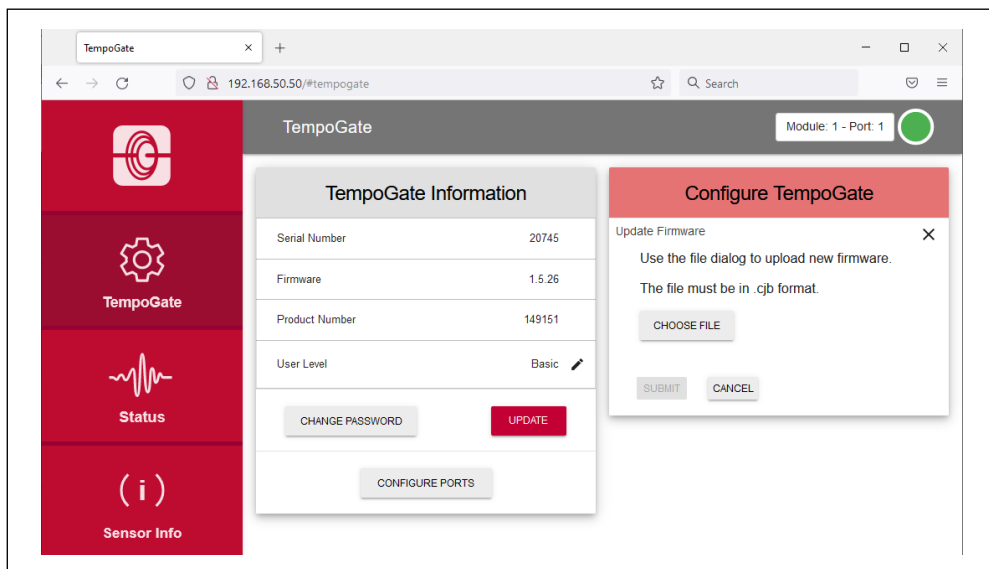

Abb. 32: Das Fenster „Configure TempoGate“ zur Firmware-Aktualisierung
- Klicken Sie auf die Schaltfläche UPDATE. Das Fenster „Configure TempoGate“ öffnet (Abb. 32).